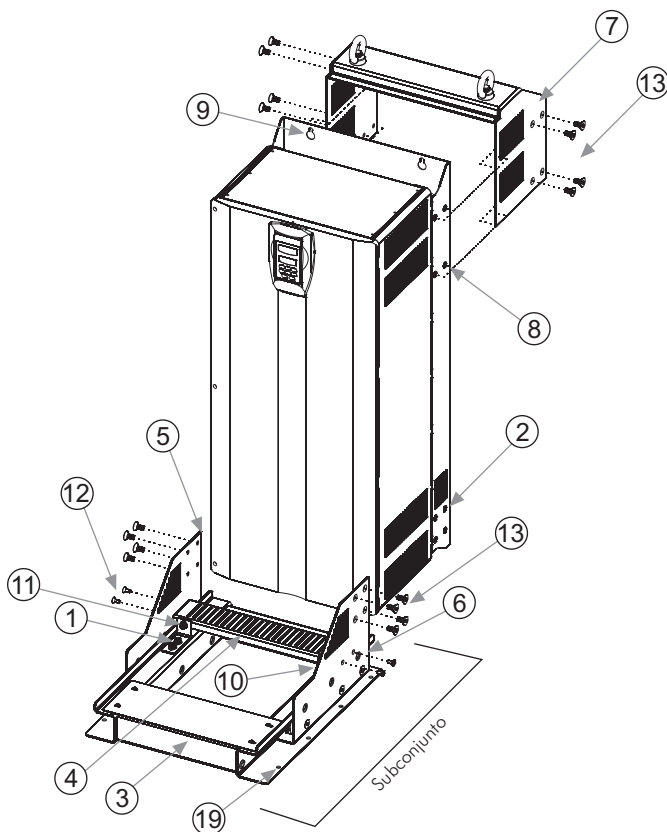

Figura 1: Conjunto de montagem do Kit KME - Mecânica 8 e 8E
- Passo 1** Fixe com os parafusos M8x20mm (11) o suporte esquerdo (10) e o suporte direito (1) na base guia para rolamentos (3), figura 1;
- Passo 2** Encaixe o guia lateral esquerdo (6) e o guia lateral direito (5) ao subconjunto da base já montado;
- Passo 3** Fixe com os parafusos M6x20mm (12) o reforço guias laterais (4) ao guia lateral esquerdo (6) e ao guia lateral direito (5);
- Passo 4** Fixe com os parafusos M8x20mm (11) o reforço guias laterais (4) ao suporte esquerdo (10) e ao suporte direito (1);